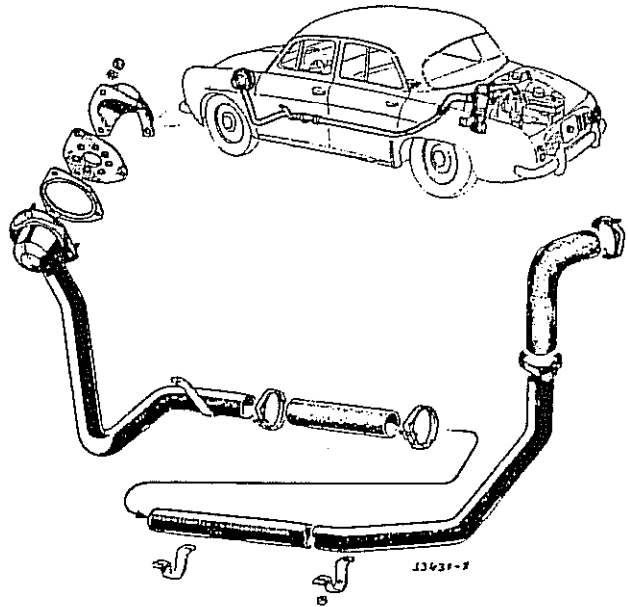

Fig. 115
**TUBERIA DE ADMISION DE AIRE:** La tubería de admisión de aire (Fig. 115), toma aire desde el interior del baúl a través de una malla filtrante. De esta manera, el aire aspirado por el motor, circula hasta el filtro de aire a través de una tubería ubicada debajo del costado izquierdo del vehículo y tomada al piso del mismo por medio de abrazaderas. Para que la tubería pueda ser